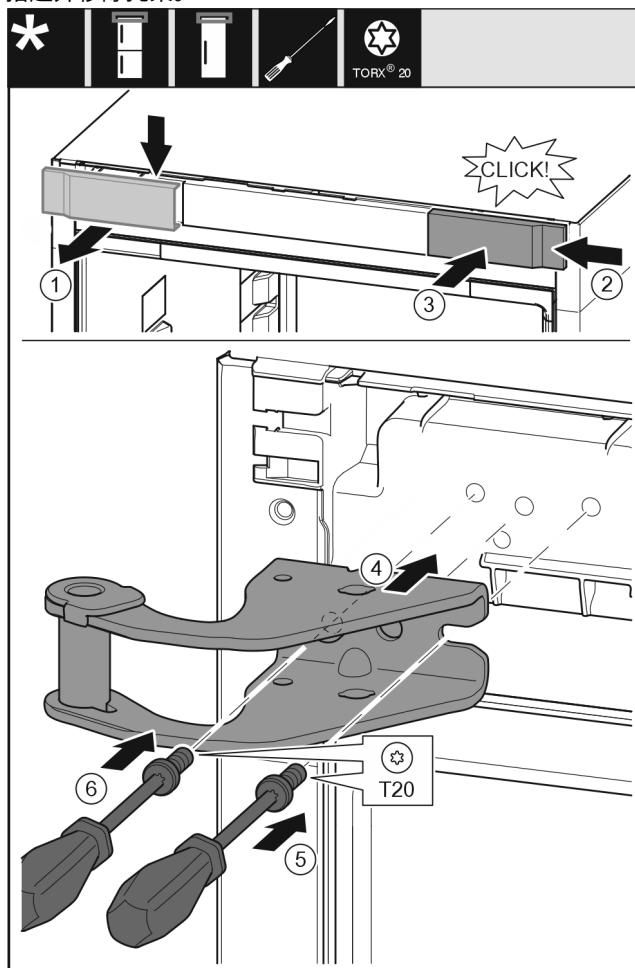

Fig. 13
- ▶ 从上方朝前取下盖板。Fig. 13 (1)
- ▶ 将盖板旋转 180° 至另一侧从右边挂上。Fig. 13 (2)
- ▶ 卡入盖板。Fig. 13 (3)
- ▶ 装上上方的托架。Fig. 13 (4)
- ▶ 用 T20 螺丝刀放上并旋紧螺钉。Fig. 13 (5)
- ▶ 用 T20 螺丝刀安装并旋紧螺钉。Fig. 13 (6)